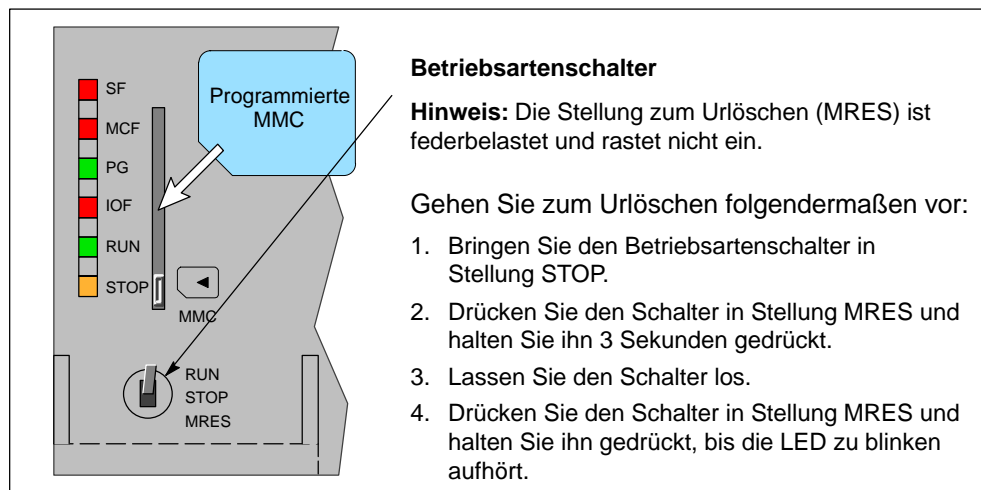

Bild 5-18 Urlöschen des Speichers
2. Drücken Sie den Betriebsartenschalter in Stellung MRES (siehe Bild 5-18) und halten Sie ihn gedrückt, bis die Status-LED STOP aus und wieder eingeschaltet wird (ca. 3 Sekunden).